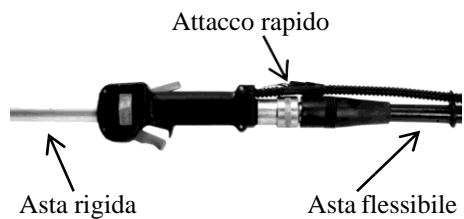

Fig. 7
**Asta-trasmissione flessibile:** (Fig. 7). Collegate le due estremità, dell'asta e della trasmissione, fra loro attraverso l'innesto rapido.